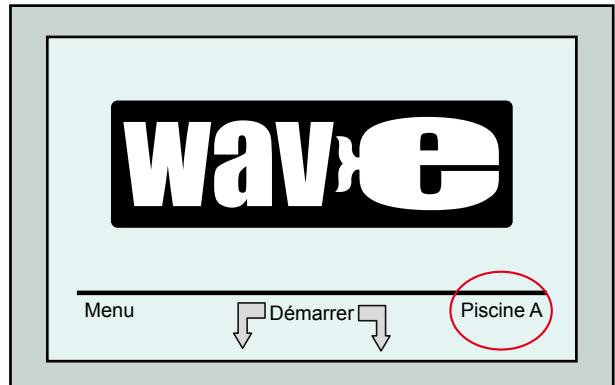

Figure 8 : Ecran Wave avec 'Piscine A'
1. Accédez à l'écran Wave. 'Piscine A' est affichée en tant qu'option en cours, comme le montre la Figure 8.
1. A l'écran Wave, appuyez sur le réglage piscine actuellement affiché à droite de l'écran (voir Fig. 8) pour accéder à l'écran *Profil piscine*.